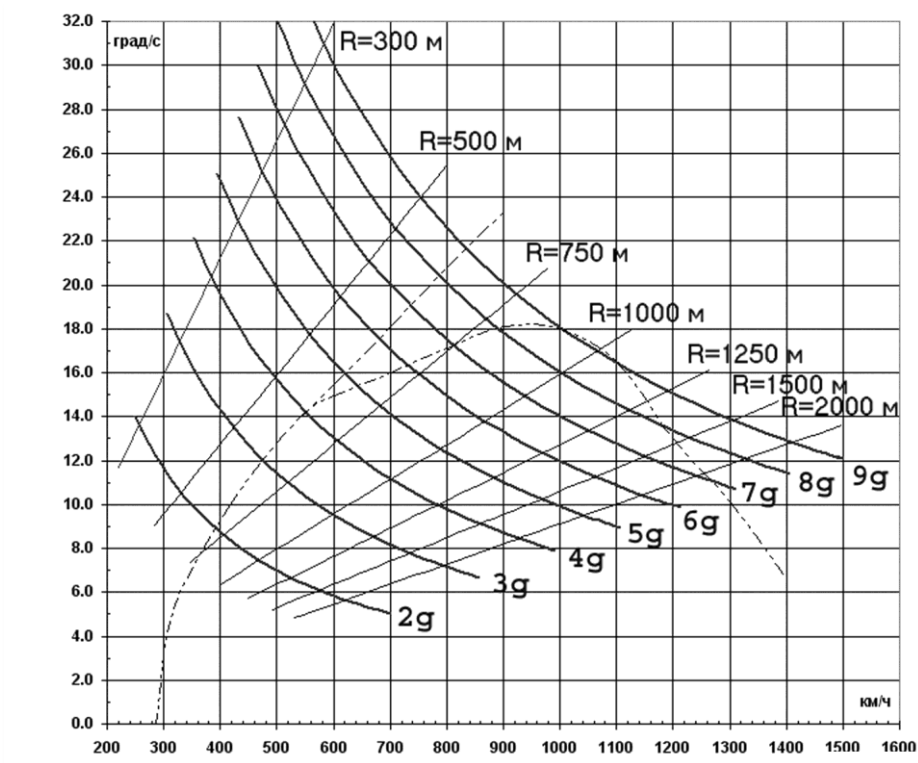

図 370: 現代戦闘機の旋回率
以下の図表は、現用戦闘機のアフターバーナー時におけるノット表示指示対気速度: Knots Indicated Air-Speed(KIAS)に対する旋回性能を示したものである。(注: 図370はX軸は時速表記になっている) 対気速度はX軸方向に、毎秒当たりの角度はY軸方向に示してある。「犬小屋」のような形のプロット図が航空機の旋回性能であり船の帆のような線群はG-加重と旋回半径を表す。このような図を「dog house(犬小屋)」曲線と呼んだり、Energy and Maneuvering (EM)図と呼んだりする。。950 km/hにおける旋回率が最大旋回率(18.2度/秒)となっているが、最小旋回半径が得られる速度はおよそ850から900 km/hまでである。別の航空機だとこの速度が異なっており、典型的な戦闘機では旋回速度は600から1,000 km/hの範囲である。